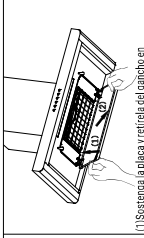

Fig. 8-2
2. Retire la placa de rectificación completa para hacer una limpieza a fondo. Abra la placa de rectificación hacia abajo en un ángulo de 45 grados; Sostenga la placa con las manos, la saque hacia arriba y a sí mismo (Fig.8-2).